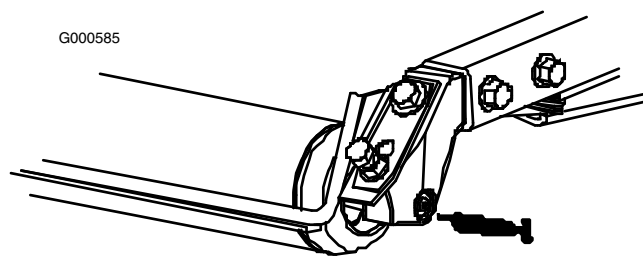

図 26
- ・ 後ローラのベアリング (各Cuttingユニットに2ヶ所) (図 26)
注 ローラの注入部 (図 26) 面一フィッティングなので、グリスガン用ノズル・アダプタが必要です。パーツ番号は P/N 107-1998。ご注文は Toro 代理店へ。